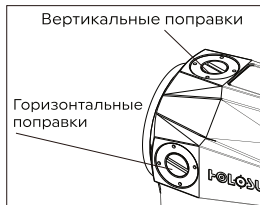
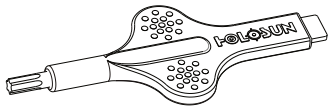

Рисунок 8
Рисунок 9
2. Регулировка по вертикали расположена на верхней части корпуса, по горизонтали — на правой стороне корпуса (Рис.8). Регулировку можно выполнить, используя плоский шлиц прилагаемого в комплекте инструмента (Рис.9).
1. Многофункциональный инструмент. Прямой шлиц используется для регулировки механизма выверки, Torx T10 — для винта крепления прицела на кронштейн (Рис.9).